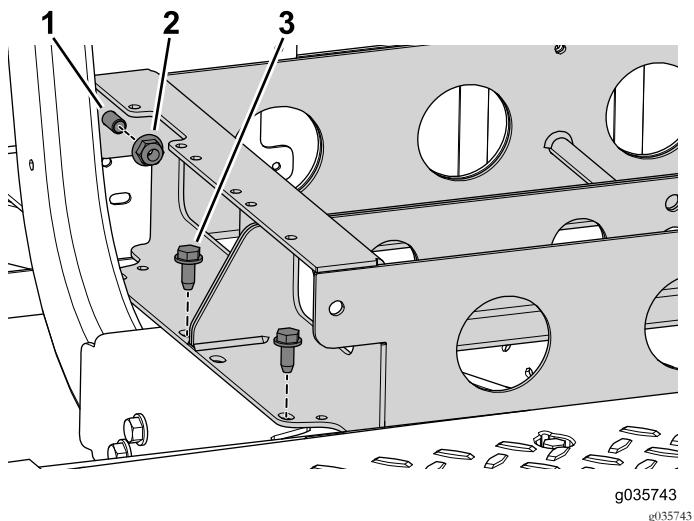

Figura 83
1. Utilice las 2 tuercas con arandela prensada y pernos para sujetar entre sí las bandejas de baterías trasera y delantera (Figura 83).
2. Utilice los 4 pernos (3/8" x 1") para sujetar la bandeja de baterías delantera a la máquina (Figura 83).